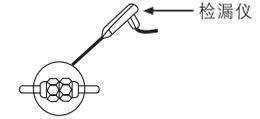

图31
- 3 在接口处用检漏仪或者肥皂水来检查是否有泄漏。（如图31）
- 4 用⑪塑料绝缘带把铜管和连接电缆包起来。